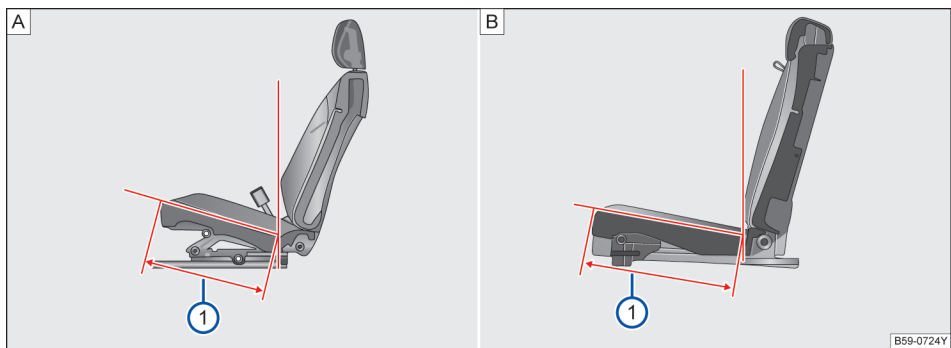

图 93 座椅坐垫深
当前排位置处于设计位置时，坐垫深=533mm→图 93 A ①。
当第二排位置处于设计位置时，坐垫深=525mm→图 93 B ①。